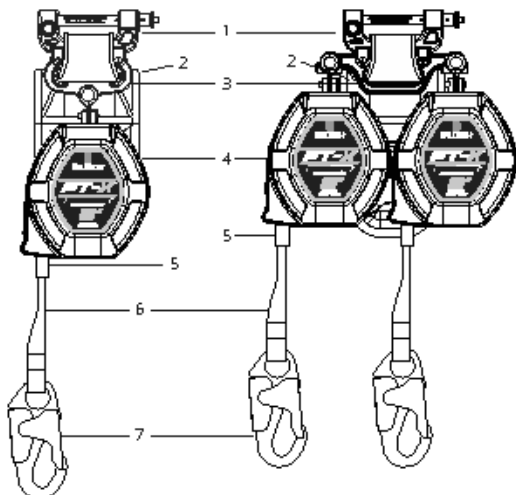

Figure 2 - À propos du bord d'attaque SRL-P de classe 2 FT-X EdgeCore
Comme le montre la figure 2 ci-dessous, la FT-X EdgeCore dispose d'un boîtier en nylon qui contient une ligne de vie synthétique enroulée sur un tambour à ressort. La corde de sécurité FT-X EdgeCore est munie d'un arrêt de corde de sécurité et d'un connecteur d'extrémité de jambe. Lorsque l'utilisateur est attaché, la corde de sécurité s'étend et se rétracte avec le mouvement de l'utilisateur, maintenant automatiquement la corde de sécurité tendue. En cas de chute, un système de cliquet centrifuge s'engage, arrêtant le dévidage de la corde de sécurité. En cas de chute, le connecteur de la SRL du HCC se détachera du connecteur de cisaillement et l'absorbeur d'énergie (AE) intégral se déploiera, ralentissant et arrêtant progressivement la chute.